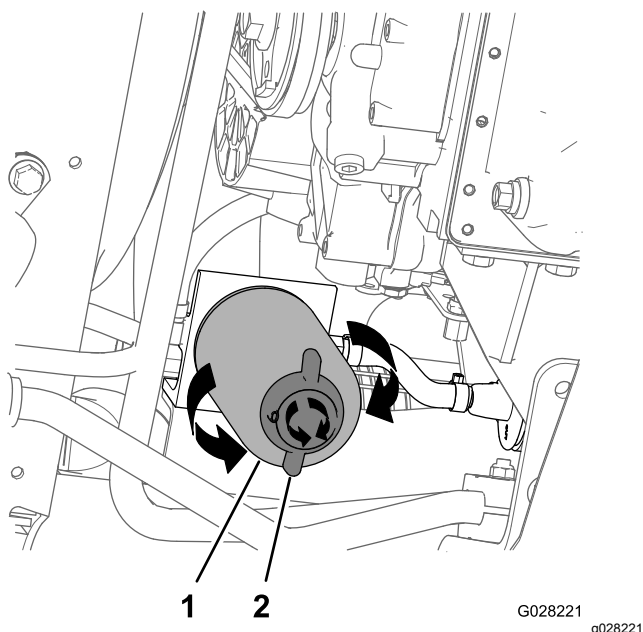

Рисунок 77
4. Поместите сливной поддон под топливный фильтр; см. Рисунок 77 в разделе Замена фильтра водоотделителя \(страница 70\).
2. Установите сливной поддон под фильтр водоотделителя (Рисунок 77).
3. Поверните сливной клапан в нижней части фильтра водоотделителя против часовой стрелки (Рисунок 77).
4. Очистите область вокруг фильтра водоотделителя и крепления переходника фильтра (Рисунок 77).
5. Снимите фильтр водоотделителя (Рисунок 77).
9. Убедитесь, что сливной клапан в нижней части фильтра водоотделителя завернут до упора по часовой стрелке (Рисунок 77).